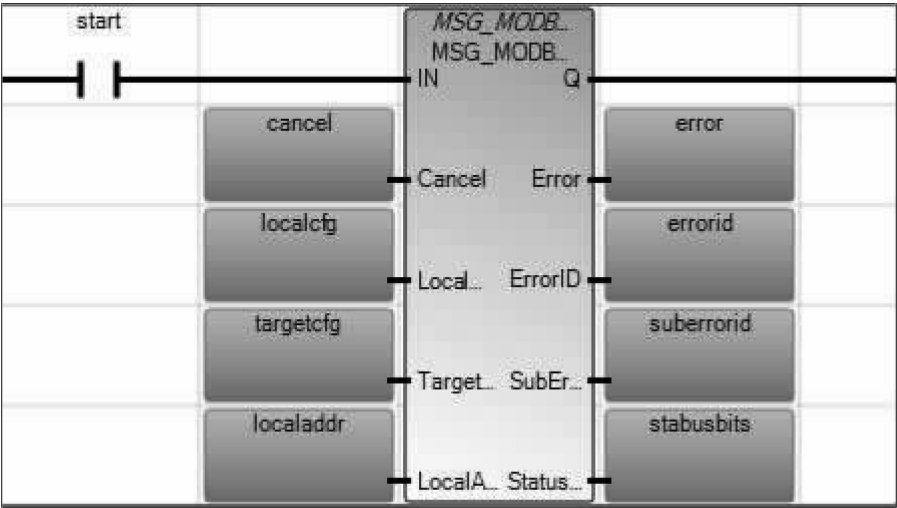

图 9-48 添加 MSG_MOBUS2 功能块
2) 设置控制器 A。在梯形图中添加一个 MSG_MOBUS2 功能块并创建该结构体相应的变量并赋初始值，如图 9-48、图 9-49 所示。